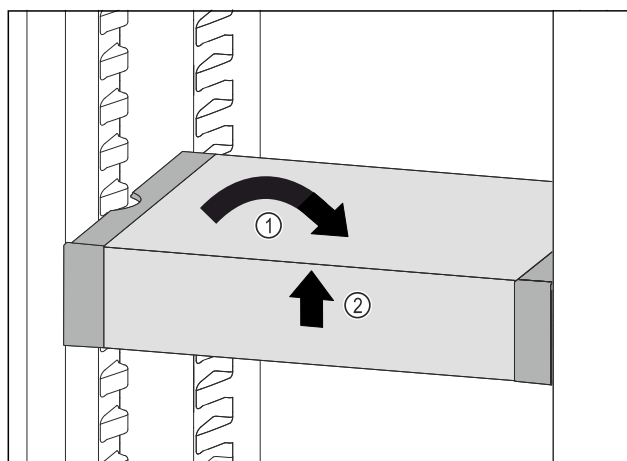

Fig. 89
- VarioSafe postavte rovně. Fig. 89 (1)
- VarioSafe vpředu zvedněte. Fig. 89 (2)